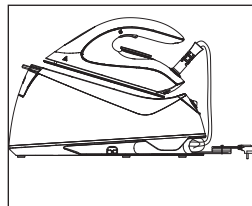

Рис. 4
- Der Dampfschlauch kann an die Aufwickelstelle (15) gestellt werden (Abb. 4).